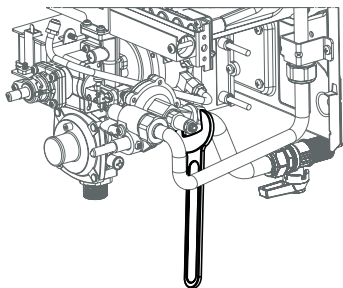

Рисунок 11
- 2.8.4 Открутите входную трубу на водяном блоке (рисунок 11).